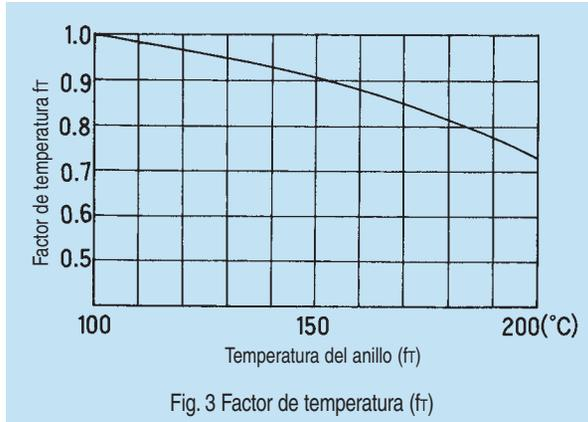

Fig. 3 Factor de temperatura (f_T)
- f_T :Factor de temperatura (Fig. 3, página 6.)